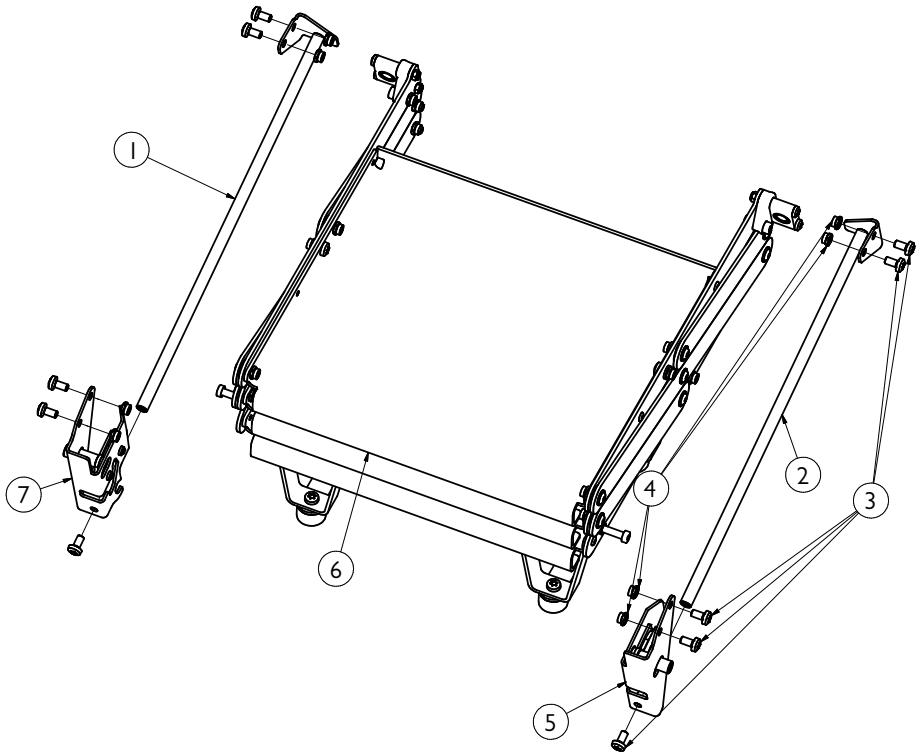
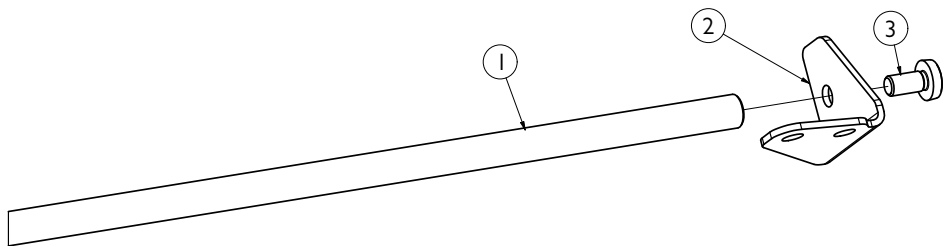
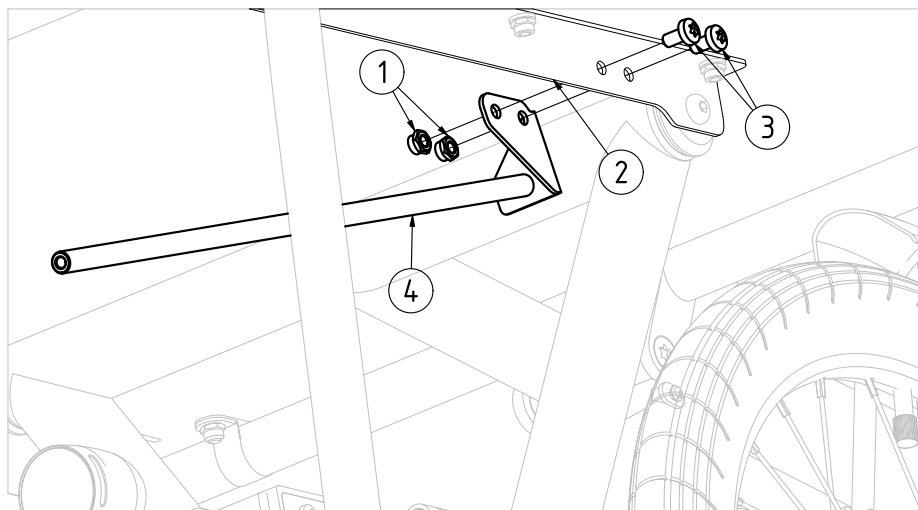
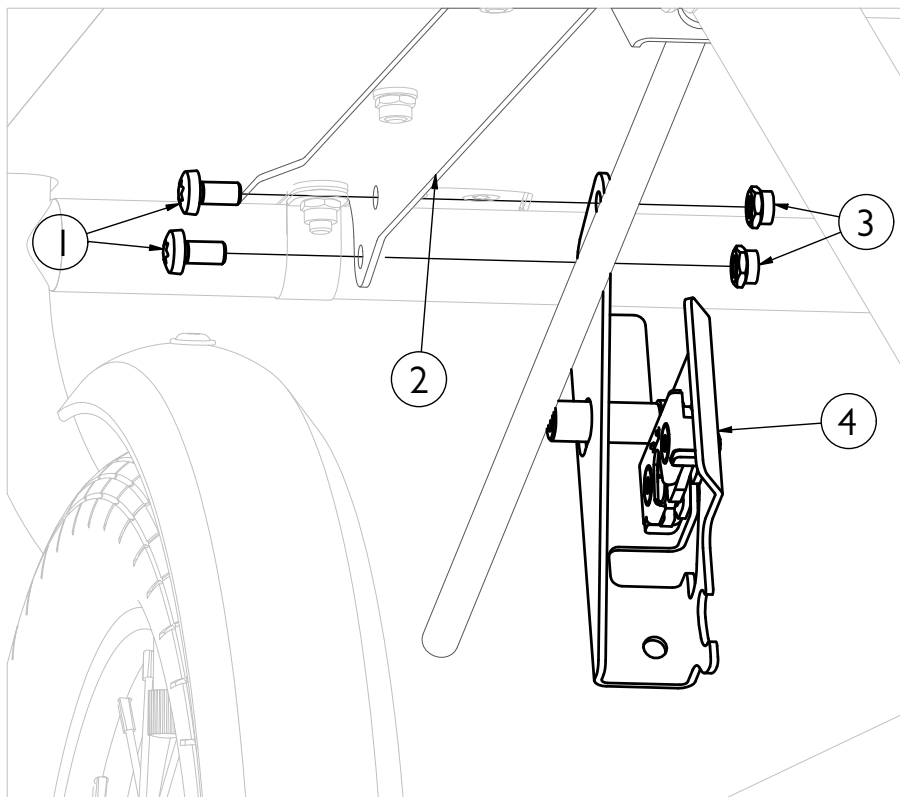

Abbildung 1. Lieferumfang der Hundetreppe
Abbildung 2. Führungsstange
Abbildung 3. Montage der linken Führungsstangen
Abbildung 5. Montage des linken Verschlusses
Im Lieferumfang enthalten ist die Treppe selbst (6), Abb. 1, die linke (1) und rechte Führungsstange (2), der linke (7) und rechte Verschluss (5) sowie 10 Schrauben (3) und 8 Stopmutter (4).
Als erstes wird die linke Führungsstange (1), Abb. 1 unter die Hundekabine montiert. Kontrollieren Sie zunächst, dass die Führungsstange (1), Abb. 2 fest mit dem hinteren Befestigungsblech (2) verschraubt ist. Andernfalls ziehen Sie die Schraube (3) mit 8Nm fest.
- ①: Führungsstange
- ②: Befestigungsblech
- ③: Linsenkopfschraube M6 x 12 A2
Jetzt wird die Führungsschiene an die Hundebox geschraubt. Hierzu wird die Führungsstange mit dem hinteren Befestigungsblech ④, Abb. 3 von innen gegen den linken Träger der Hundebox ② gehalten, so dass zwei hinteren Befestigungsbohrungen übereinander liegen. Anschließend werden die beiden Befestigungsschrauben ③ von aussen durch diese Bohrungen gesteckt und von innen mit jeweils einer Mutter ① gesichert. Die Muttern werden zunächst nur leicht festgezogen.
①: Führungsstange links
②: Führungsstange rechts
Im nächsten Schritt werden die beiden Verschlüsse ⑦ und ⑤, Abb. 1 montiert. Hierzu zunächst den linken Verschluss ④, Abb. 5 von innen gegen den linken Träger der Hundebox ② halten, so dass die beiden Befestigungsbohrungen übereinstimmen und anschließend die beiden Schrauben ① von aussen durch diese Bohrungen stecken. Anschließend werden die beiden Muttern ③ von innen festgeschraubt, zunächst nur handfest.
Zuletzt werden die seitlichen Schrauben rechts und links, Abb. 3, S. 3 und Abb. 5, S. 5 mit einem Drehmoment von 8Nm final festgezogen. Die Treppe ist jetzt fertig montiert und kann für den Fahrbetrieb eingeschoben und verriegelt werden (siehe Abschnitt *Treppe einschieben* S. 17).